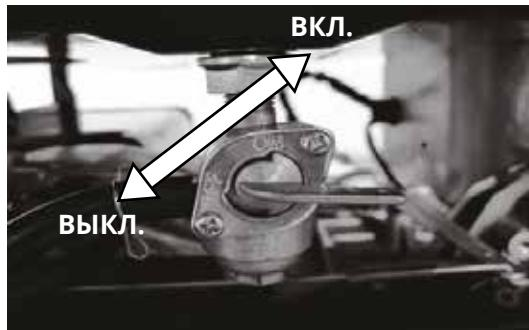

Рис. 3.1
1. Поверните рычаг топливного крана в положение «ВКЛ» (**рис. 3.1**).
3. Поверните рычаг топливного крана в положение «ВЫКЛ». (**рис. 3.1**).